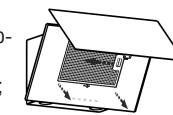

рис. 4
- 6.1.1 Перед установкой вытяжки снимите алюминиевый фильтр (рис. 4). Предварительно откройте стеклянную откидную панель:
- потяните за нижний край откидной панели, как показано на рис.4 и откройте ее до упора ;